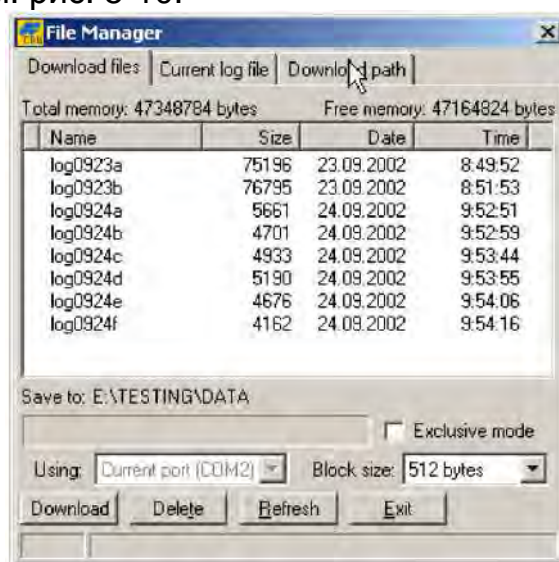

Рисунок 5-10. Выбор файлов для загрузки
3. Выберите пункт меню **File > File Manager (Файл > Управление файлами)** и в появившемся диалоговом окне **File Manager (Управление файлами)** выберите вкладку *Download path* (Каталог для загрузки), см. рис. 5-10.